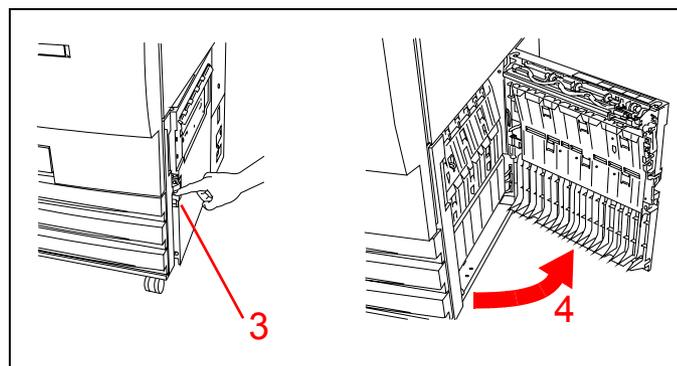

Figura 14
**Mostre** como abrir a porta do lado direito da impressora. Consulte a Figura 14.